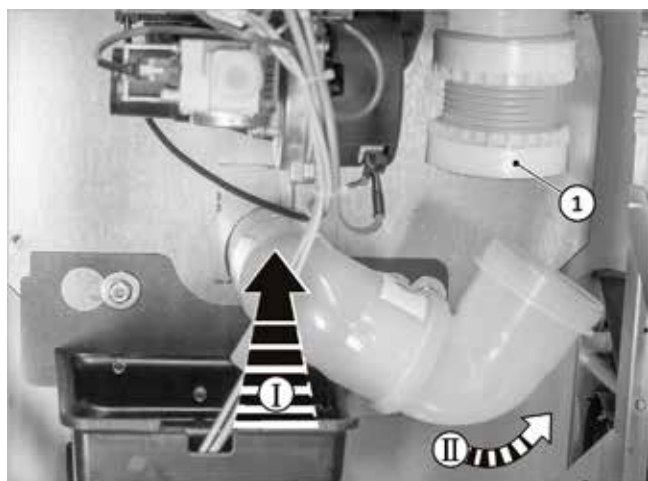

Fig. 18: Montaje del codo de salida de humos
5. Tire hacia abajo de la tuerca de racor (v. → fig. 18, 1) y enrósquela con el codo de salida de humos.